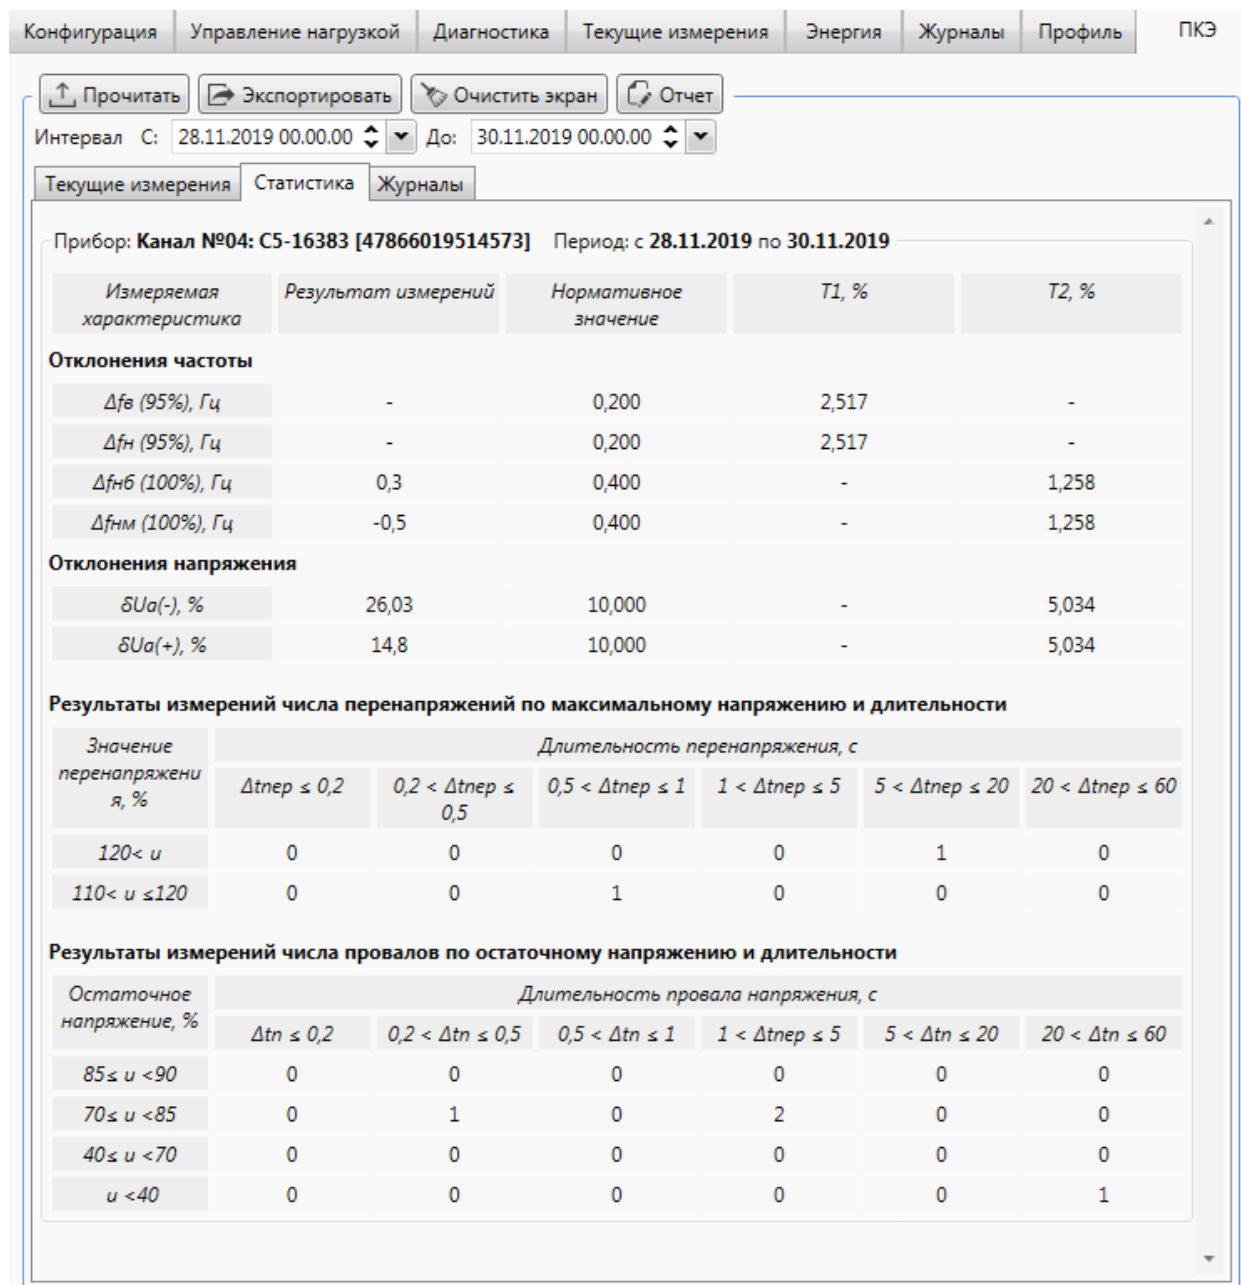

Рисунок 9.52 – Статистические данные ПКЭ
9.6.6.13 Для просмотра статистических данных счетчика необходимо перейти на вкладку *ПКЭ* области параметров программы *КОНФИГУРАТОР* и затем на вкладку *Статистика* (рисунок 9.52).